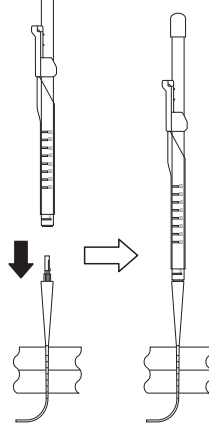

図6
7. 内視鏡下でダイレクタ胴体部の目盛の0点を胃前壁に合わせた後、ダイレクタ胴体部の体表上の目盛を読み、胃壁腹壁長を再度測定する。（図6）